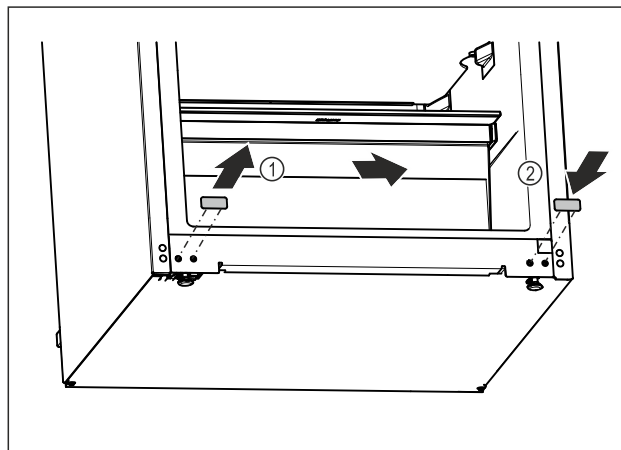

Fig. 16
- Vytiahnite kryciu zátку. Fig. 16 (1)
- Nasadte kryciu zátку na opačnú stranu. Fig. 16 (2)